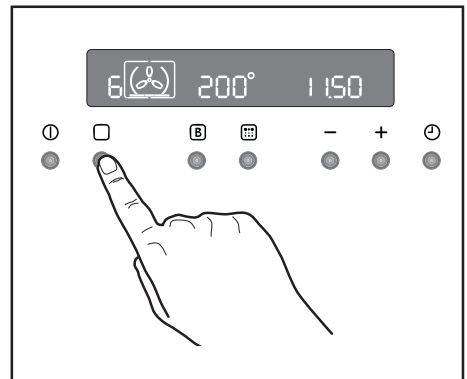

Fig. 5
2) Appuyez sur la touche **□** pour sélectionner la fonction du four souhaitée. Chaque fois que vous appuyez sur la touche **□**, l'affichage visualise un symbole de cuisson et le chiffre relatif à la fonction de cuisson correspondante s'affiche à gauche du symbole de la fonction de cuisson actuellement sélectionnée (Fig. 5).